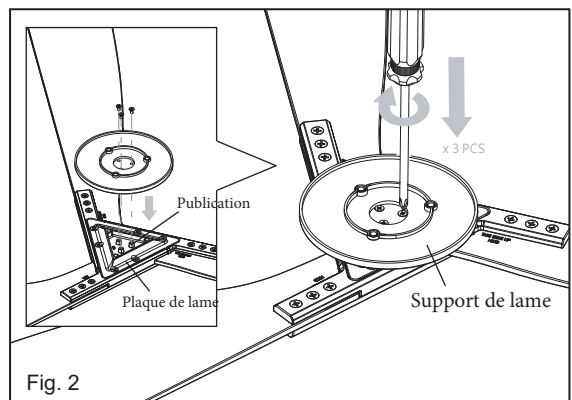

Fig. 2
- 2 Alignez les trois trous du support de lame avec les trois montants de la plaque de lame. Fixez avec les vis de fixation du support de lame. (Fig. 2)